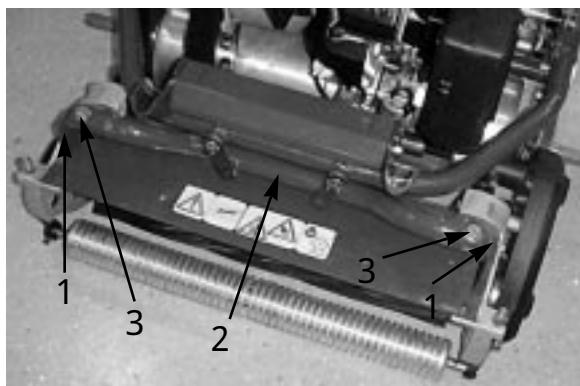

図 12
4. カッティングユニットのピボット・アームを走行ユニットのフレーム・チューブに固定しているキャップスクリュ（2本）を取り外す（図12）。
5. ピボット・アームを前に倒し(図12)、走行ユニットをキック・スタンドに立てかける。
6. カッティングユニットを5cmくらい引出し、次に右に引き出してトランスミッションのカップリングを外す(図12)。